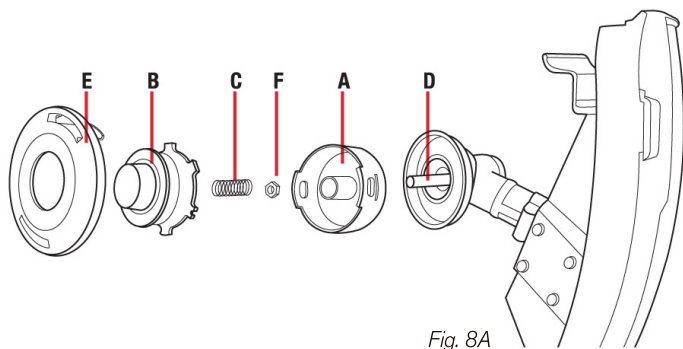
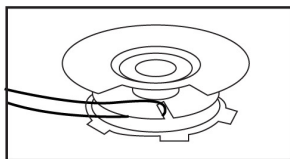

Fig. 8A
Fig. 8B
1. Oprimir los marbetes de seguridad, ubicados en el costado de la cubierta del carrete, uno a la vez. (Fig. 8A)
2. Retire la tapa del cabezal (E) y la bobina (B).
4. Cortar 4,4 m de hilo de corte de 2,8 mm (Cod.: 107304), insertar a la mitad en la ranura de división de la bobina. (Fig. 8B).